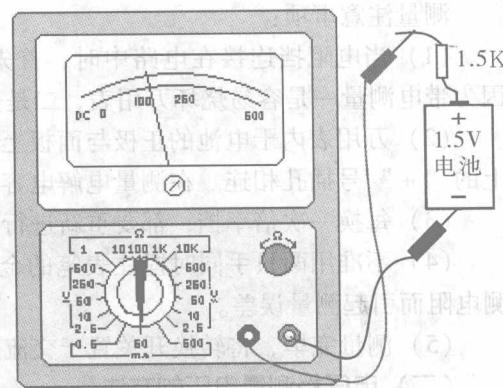

图 1.1.5 电流挡测直流电流
3. 电流挡测量电流的方法 万用表除了进行电阻、电压的测量之外，常用的另一个功能就是测量电流。MF47型万用表只能测量直流电流，不能进行交流电流的测量（因为交流电流测量所需场合较少），如图1.1.5所示。